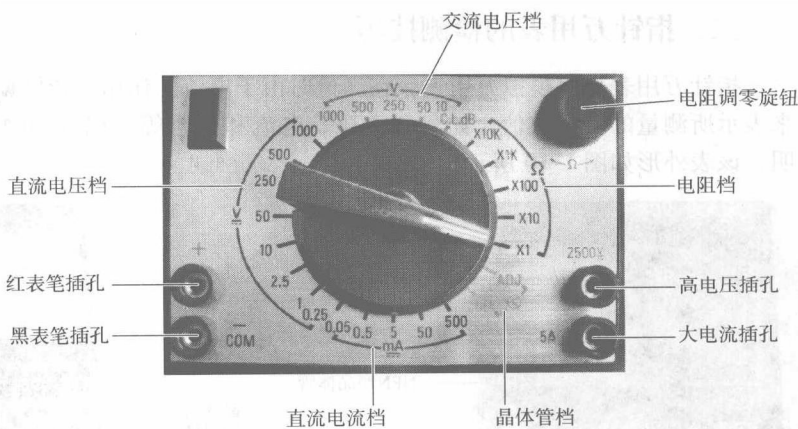

图 1-12 档位开关
(2) 档位开关。档位开关上有电阻、电压、电流等多种范围，供检测时方便选择。档位开关如图 1-12 所示。
(3) 旋钮。指针万用表操作面板上有机械调零旋钮和电阻调零旋钮。机械调零旋钮是在使用万用表前，将表针调到电阻档“ ∞ ”刻度线。电阻调零旋钮是在电阻档使用前，通过左旋或右旋使表针调到电阻档“0”刻度线位置。